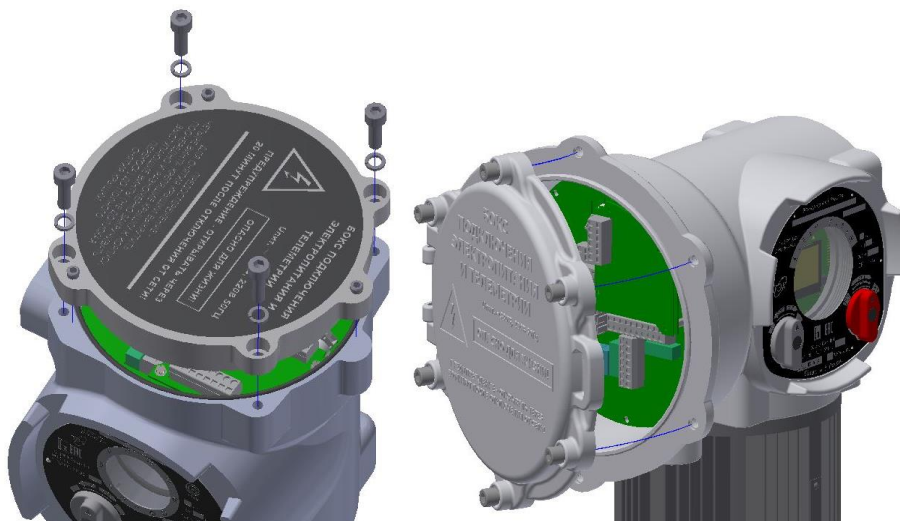

Рисунок 14
- При открытии крышки следует пользоваться отжимными винтами, расположенными на крышке и исключающими ее перекос относительно корпуса управления. Поочередно и равномерно закручивать выступающие винты, не допуская перекоса, до полного снятия крышки (рисунок 14).